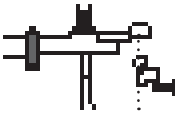

Figure 28
1. Avec la tête d'attelage Fastway installée, positionnez la boule d'attelage directement sous le coupleur de la remorque. (Figure 28)